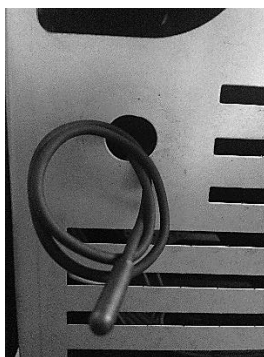

Figura 18 - Sonda a temperatura ambiente
- Las salamandras *Pelotillas* Tienen una sonda para medir la temperatura ambiente. Esta sonda está fijada a la rejilla trasera (véase Figura 18). Para una lectura más precisa de la temperatura ambiente, evite el contacto del extremo de la sonda con el marco de la máquina. Si quieres, también puedes fijarlo en la pared junto a la máquina.